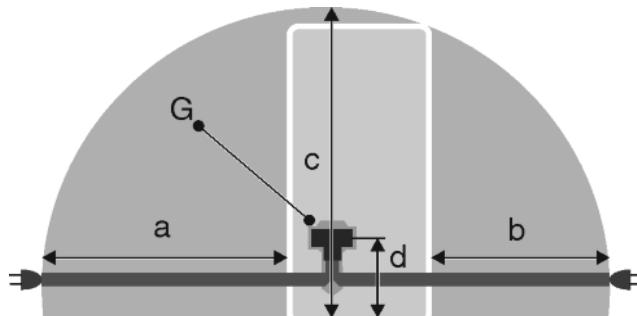

Fig. 21
- Розетка находится вне зоны задней стенки в данной зоне. Fig. 21 (a, b, c)
- Штекер устройства Fig. 21 (G) подсоединить с задней стороны устройства. Следить за правильной фиксацией.